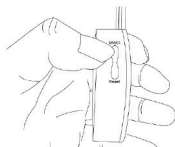

Fig. 2.3
- Pressez MM/Ct (**Fig. 2.3**) pour convertir la dimension en millimètres ou le poids en carat.
- Fermer doucement la coulisse (**Fig. 2.5**), le résultat sera affiché directement sur le cadran. Appuyez sur MM/Ct (**Fig. 2.3**) pour convertir la dimension en millimètres ou le poids en carat.